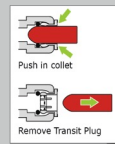

Fig. 1
- Remova todos os tampões de passagem da parte traseira da unidade (Fig. 1)